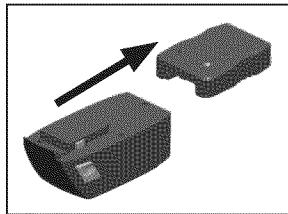

Figura 3 - Quite el cargador
4. Desenchufe el cargador. Retire el paquete de baterías deslizándolo hacia fuera (vea la figura 3).